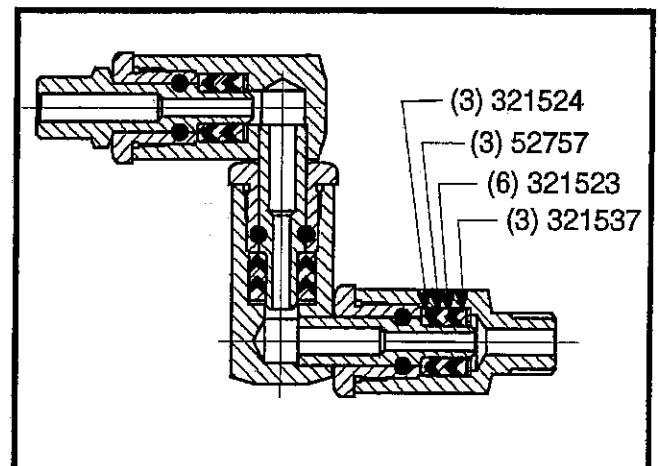

Abbildung 7: Universaldrehzapfenbaugruppe 52752 (Modell 9641)
**WICHTIG:** Die Packung, die "O"-Ringe und die Kolbenbaugruppe gemäß Abbildung 7 vor dem Wiederzusammenbau schmieren. Alle Dichtungen und polierende Flächen soweit wie möglich gegen Schaden und Kratzer schützen.
### \* 398719-1 Zur Verwendung mit der Drehzapfenbaugruppe 52752 (Abbildung 7)